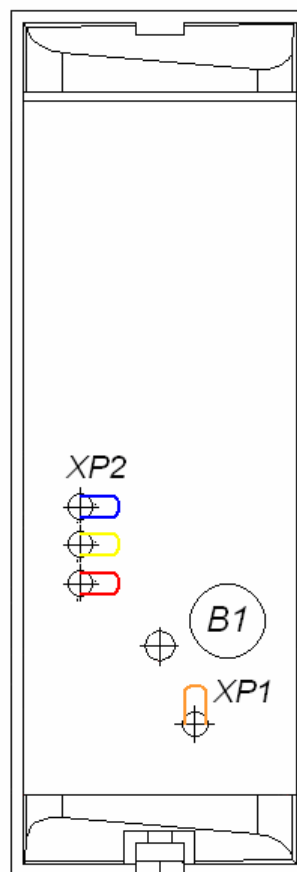

Рисунок 4. Расположение пьезоэлемента (B1), трех перемычек «номер считывателя» (XP2) и перемычки «отключение конечного резистора» (XP1)
Кроме того, на тыльной стороне считывателя расположены четыре переключки проводом (см. рис. 4):
4. При помощи трех перемычек **XP2** (см. рис. 4) установите номер считывателя, для чего в соответствии с табл. 1 необходимые перемычки перекусите кусачками. Разрезанные перемычки не должны контактировать с другими перемычками и с металлическим основанием.
5. С целью предотвращения искажений сигнала на концах линии связи **RS-485** должны быть установлены концевые резисторы. В считывателе **PERCo-IR03.1** такой резистор предусмотрен конструктивно. Если устанавливаемый считыватель не является конечным устройством на линии связи, то на нем необходимо отключить концевой резистор, для чего перекусите перемычку **XP1** (см. рис. 4). Проверьте наличие концевых резисторов на реальных концах линии связи интерфейса **RS-485**.